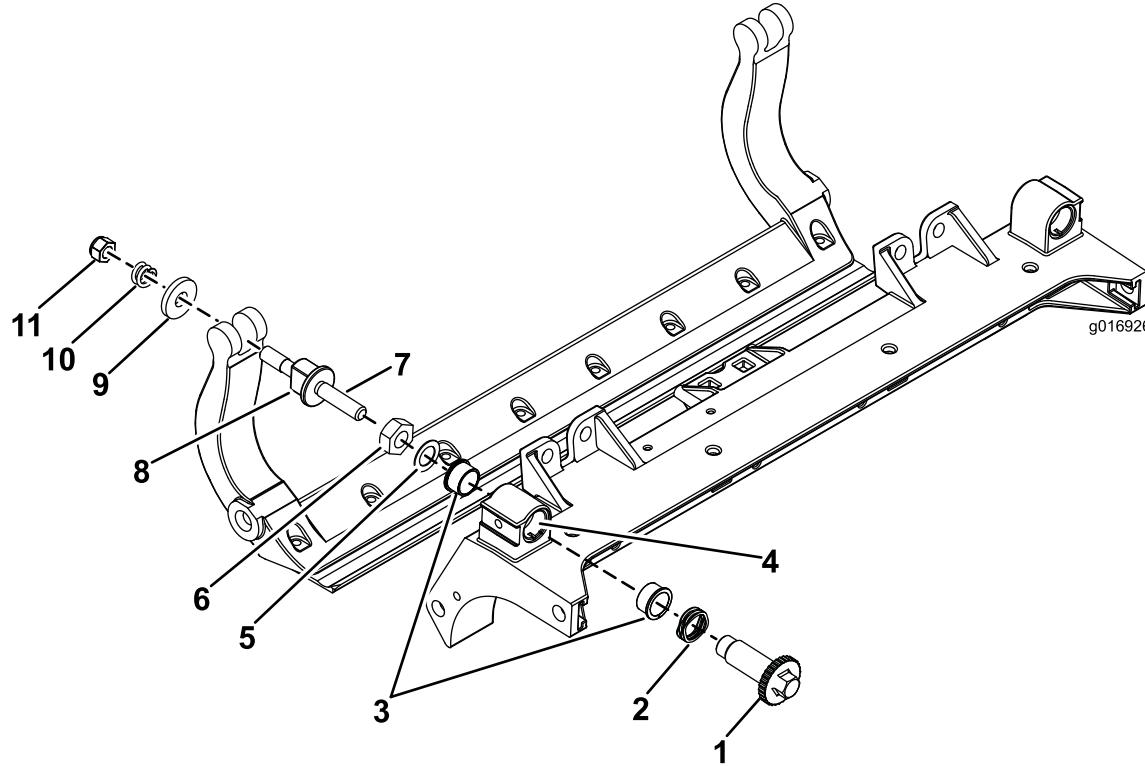

Bild 33
1. Entfernen Sie alle Teile (siehe *Installationanleitung* für das HD-DPA-Kit Modellnr. 120-7230 und auch Bild 33).
2. Tragen Sie ein Mittel zur Vermeidung des Festfressens innen im Büchsenbereich am mittleren Mähwerkrahmen auf (Bild 33).
3. Fluchten Sie die Keile an den Flanschbüchsen mit den Schlitten im Rahmen aus und setzen Sie die Büchsen ein (Bild 33).
4. Legen Sie eine Wellenscheibe auf die Einstellerwelle und schieben Sie die Welle auf die Flanschbüchsen im Mähwerkrahmen (Bild 33).
5. Befestigen Sie die Einstellerwelle mit einer Flachscheibe und einer Sicherungsmutter (Bild 33). Ziehen Sie die Sicherungsmutter mit 20 bis 27 N·m.
9. Befestigen Sie den Untermesserträger mit den Untermesserträgerschrauben (Muttern an den Schrauben) und den sechs Scheiben an jeder Seitenplatte. Legen Sie eine Nylonscheibe an jede Seite des Seitenplattenansatzes. Legen Sie eine Stahlscheibe außen auf jede Nylonscheibe (Bild 33). Ziehen Sie die Schrauben mit 37 bis 45 Nm an. Ziehen Sie die Sicherungsmuttern an, bis sich die Stahlscheibe außen nicht mehr dreht und kein Spiel am Ende vorhanden ist, ziehen Sie jedoch nicht zu stark an oder verbiegen Sie die Seitenplatten. Die Scheiben innen können einen Abstand aufweisen (Bild 33).
10. Ziehen Sie die Mutter an jedem Untermesserträgereinsteller an, bis die Druckfeder ganz zusammengedrückt ist, lösen Sie die Mutter dann um eine halbe Umdrehung (Bild 33).